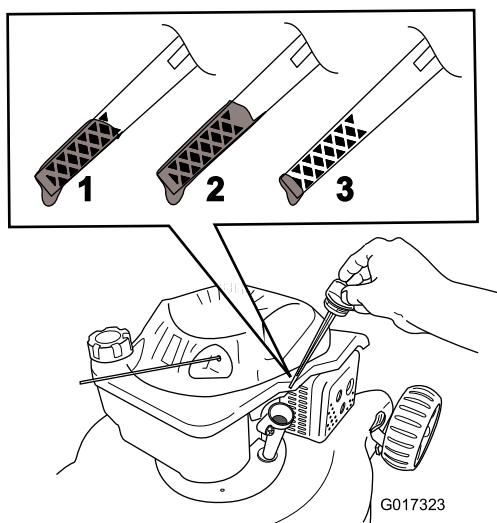

Figura 8
5. Para determinar el nivel de aceite correcto, consulte Figura 8.
Nota: Llene el cárter con aceite hasta que la varilla indique que el nivel del aceite del motor es correcto, según se muestra en Figura 8. Si usted llena demasiado el motor, vacíe el exceso de aceite siguiendo las instrucciones de la sección Cómo cambiar el aceite del motor.